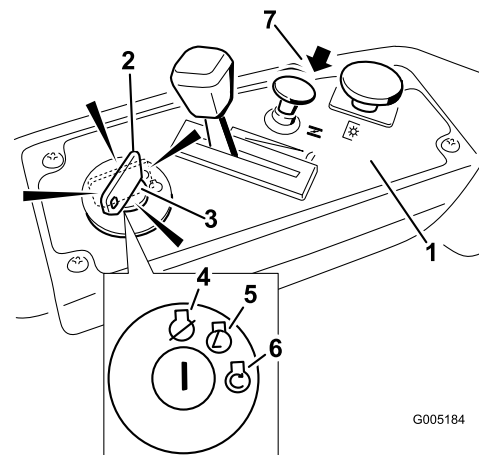

Figure 12
4. Tournez la clé de contact en position de démarrage pour activer le démarreur. Relâchez la clé quand le moteur démarre (Figure 12).
5. Lorsque le moteur démarre, appuyez sur la commande de starter (Figure 12). Si le moteur cale
2. Placez la manette d'accélérateur entre la position haut régime et la position à mi course (Figure 12).